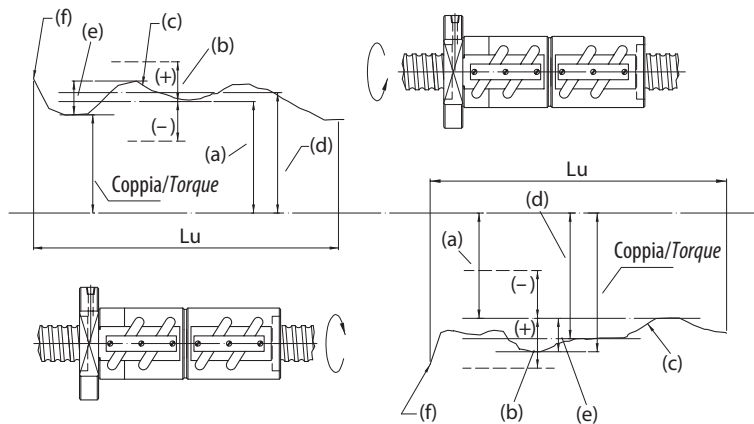

Fig. 3.18 Nomenclatura per la misurazione delle coppie resistenti
Il precarico genera una coppia di attrito tra chiocciola e vite. Tale coppia si misura facendo girare la vite a velocità costante evitando la rotazione della chiocciola tramite un dispositivo di bloccaggio (cfr. Fig. 3.18). La forza F_{pr} misurata dal sensore di forza viene utilizzata per calcolare la coppia all'albero dovuta al precarico.
The preload generates a friction torque between nut and screw. That torque is measured by moving the screw at a constant speed avoiding the rotation of the nut by a blocking device (cfr. Fig. 3.18).
(3) Il risultato della misurazione è evidenziato tramite la rappresentazione standard della coppia di precarico; la nomenclatura è riportata in Fig. 3.18.
(3) The result of the measuring is highlighted by the standard representation of the preload torque; the naming is shown in Fig. 3.18.
(4) Le variazioni della coppia dovuta al precarico